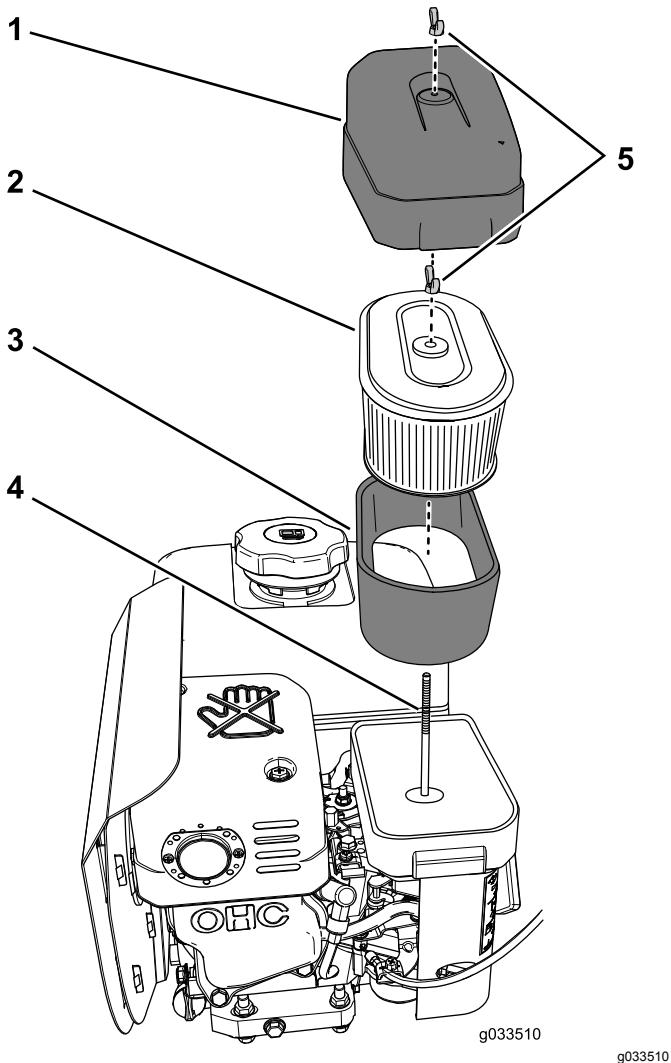

Figura 11
2. Limpie alrededor del limpiador de aire de forma que la suciedad no penetre en el motor y cause daños (Figura 11).
3. Gire la tuerca de orejeta que sujetla la cubierta del limpiador de aire en sentido antihorario y retire la cubierta (Figura 11).
4. Gire la tuerca de orejeta que sujetla los elementos del filtro de gomaespuma y de papel en sentido antihorario y retire los elementos del filtro de la varilla de sujeción (Figura 11).
5. Retire cuidadosamente el filtro de gomaespuma del filtro de papel (Figura 11).
1. Inspeccione los elementos por si presentan desgarros, una película aceitosa o daños (Figura 11).
1. Deslice con cuidado el elemento del filtro de gomaespuma sobre el elemento del filtro de papel (Figura 11).
2. Alinee el taladro en la placa superior del elemento del filtro de papel con la varilla de sujeción del carburador (Figura 11).
3. Fije los elementos del filtro al carburador con la tuerca de orejeta (Figura 11) que retiró en el paso 4 de Cómo retirar los elementos de espuma y papel \(página 11\).
- Alinee el taladro en la cubierta del limpiador de aire con la varilla de sujeción (Figura 11) y fije la cubierta a la varilla con la tuerca de orejeta que retiró en el paso 3 de Cómo retirar los elementos de espuma y papel (página 11).